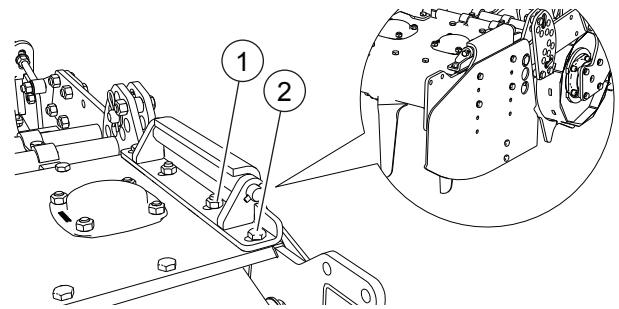

FIG. 28
- Die Schrauben abdrehen (2, "Fig. 28").
- Die Mutter abdrehen (1).